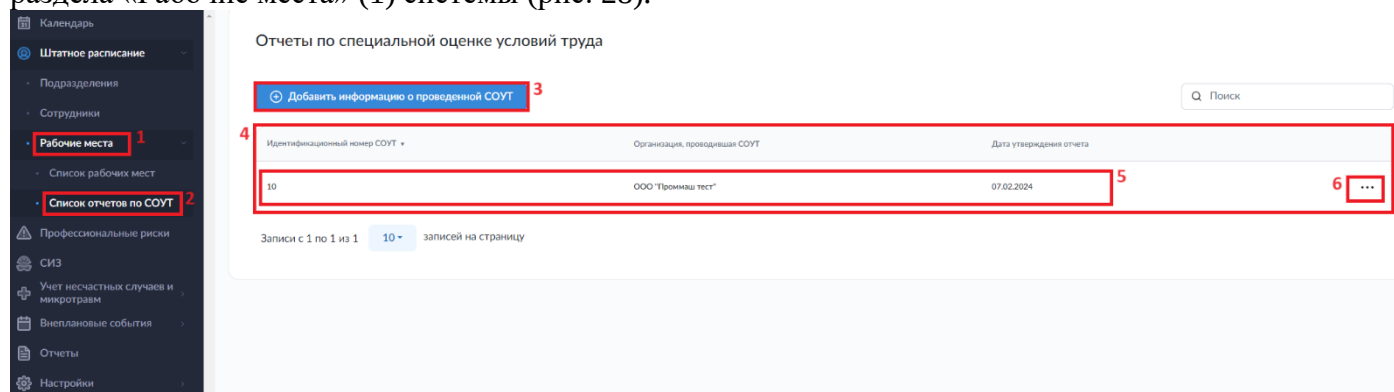

Рисунок 28. Раздел «Рабочие места». Подраздел «Список отчетов по СОУТ».
Информация о проведенных этапах СОУТ содержится в подразделе «Список отчетов по СОУТ» (2) раздела «Рабочие места» (1) системы (рис. 28).